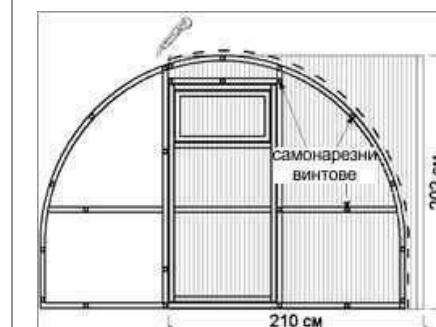

Рис. 1
5.1.2. Наложете една от частите (202x210 см) на членния панел, както е показано на рис.1, каналите на поликарбоната трябва да са разположени вертикално. Изравнете го от всички страни и закрепете със самонарезните винтове по членния панел. Изрежете поликарбоната равно по дъгата.